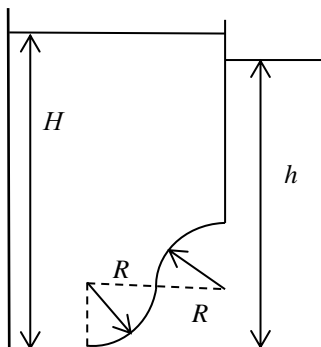

Рис. 7
2. Определите силу избыточного давления воды на изогнутую часть перегородки (рис. 7), если с обеих сторон перегородки находится вода, $R = 1 \text{ м}$, $h = 3 \text{ м}$, $H = 5 \text{ м}$, ширина перегородки $l = 3 \text{ м}$.